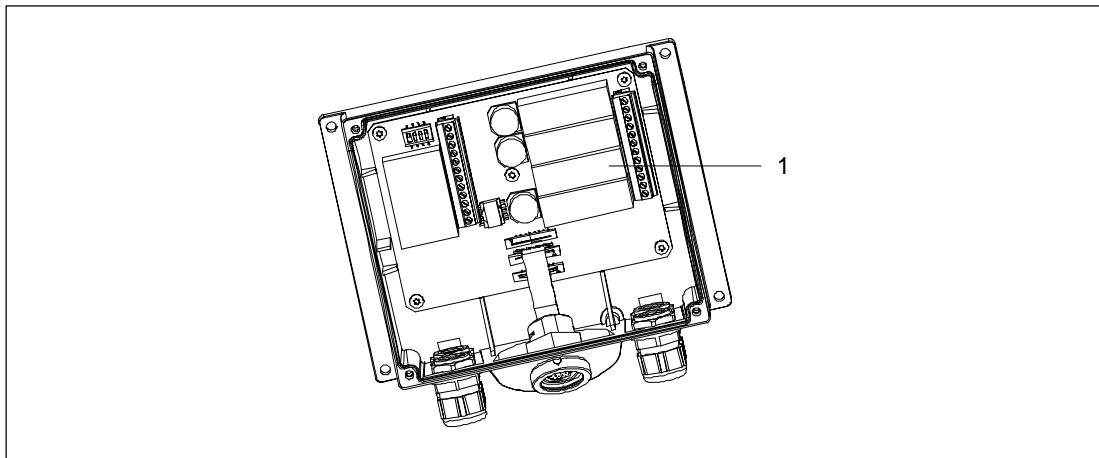

Figure 4-1 Boîtier de raccordement Plus
Un boîtier de raccordement Basic se caractérise par l'absence des quatre relais (1) (voir la figure 4-1).